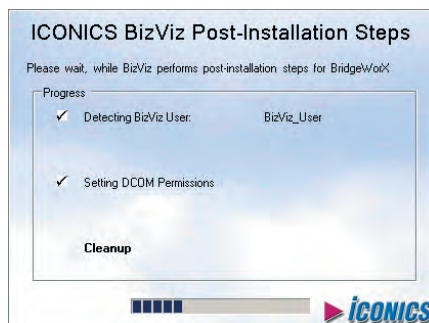

Рис. 26. Дополнительные настройки
15. После перезагрузки Мастер установки автоматически выполнит необходимые настройки (рис. 26): проверит наличие учётной записи службы BridgeWorX и выполнит автоматическую настройку DCOM (предоставит учётной записи службы BridgeWorX необходимые права доступа к объектам DCOM).